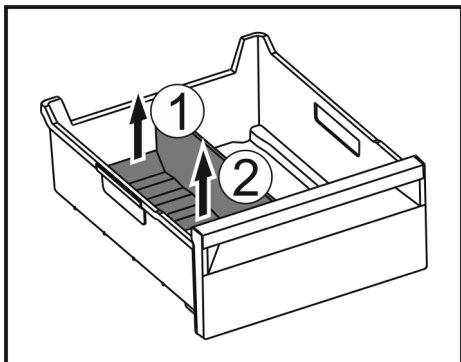

Fig. 173
- Zdvihnite zadnú časť oddelovača zásuvky na ľad. Fig. 173 (1)
- Odoberte oddelovač zásuvky na ľad nahor. Fig. 173 (2)